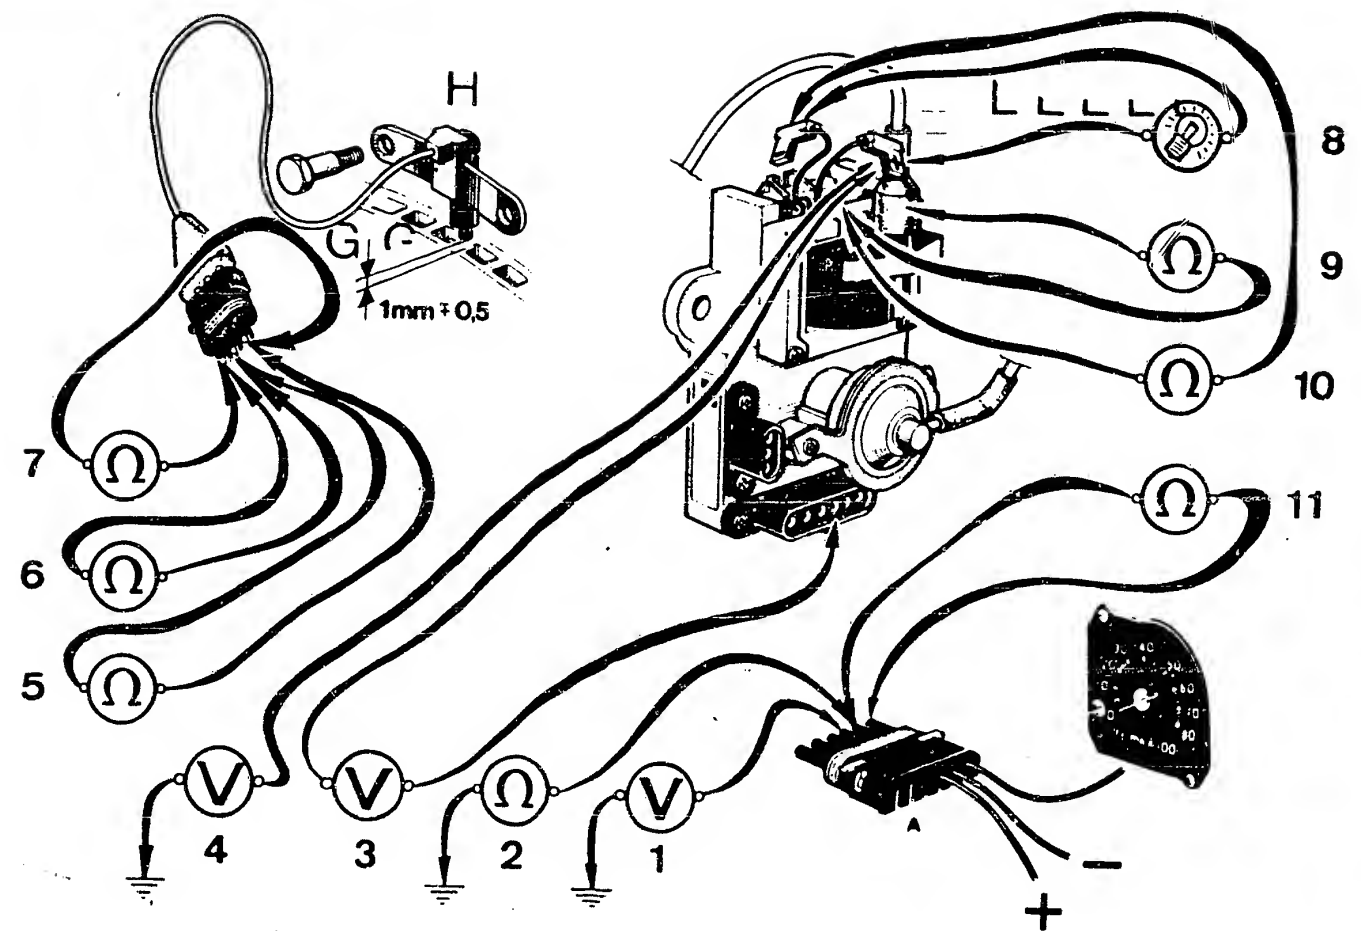

Bild 39 Kontrolle der elektronischen Zündanlage Renix. Die Numerierung der Prüfschritte bezieht sich auf die in der Fehlersuchtafel beschriebene Reihenfolge.
- Der **Impulsgeber** (H Bild 39) am Schwungrad liefert die Informationen für den oberen Totpunkt und die Drehzahl. Er ist mit Passschrauben am Kupplungsgehäuse befestigt und kann nicht verstellt werden.